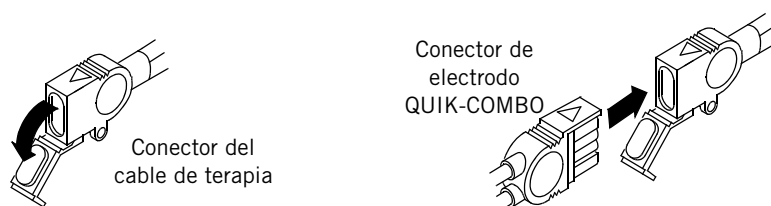

Figura 6-2 Conexión de los electrodoos QUIK-COMBO al cable de terapia
1. Abra la cubierta de protección del conector del cable de terapia (consulte la Figura 6-2).